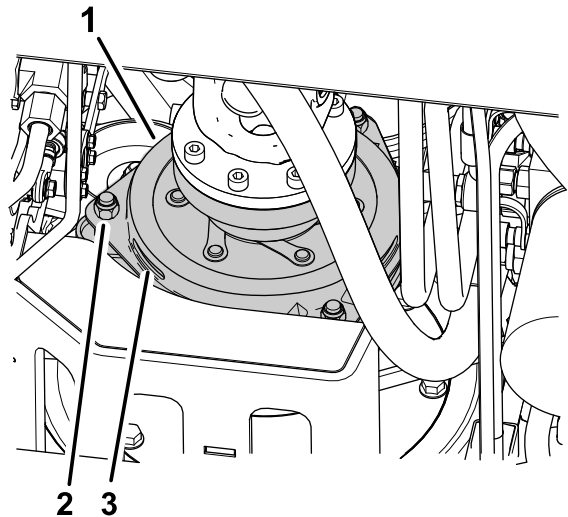

Bild 75
3. Stellen Sie den Abstand so ein, dass eine 0,3 mm Fühlerlehre mit leichtem Druck zwischen die Kupplungsauskleidung und die Bremsscheibe passt (Bild 75).
Hinweis: Drehen Sie die Einstellmutter nach rechts, um den Abstand zu verringern (Bild 75). Der maximale Betriebsabstand beträgt 0,6 mm. Stellen Sie alle drei Luftspalte auf 0,4 mm ein.